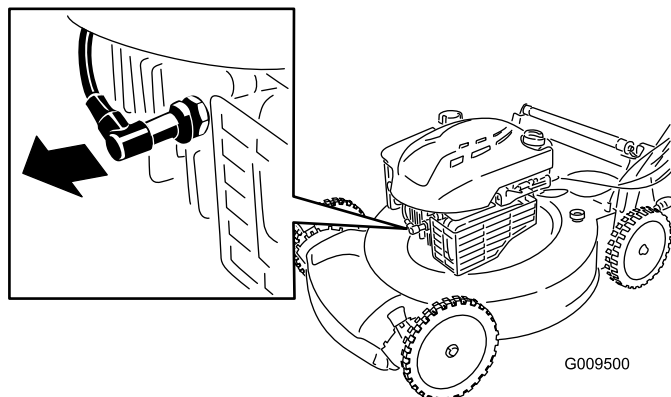

Рисунок 23
2. Отсоедините провод от свечи зажигания (Рисунок 23), прежде чем выполнять любые процедуры технического обслуживания.